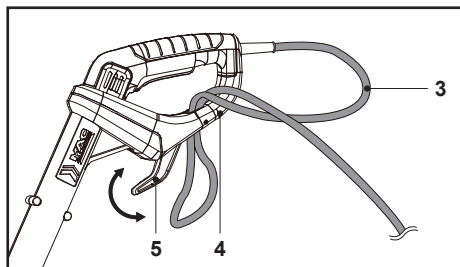

Fig. 2
1. Rode o recipiente de cabo (rotativo) (5) e certifique-se de que a ponta do recipiente de cabo (rotativo) (5) está virada para a frente.
2. Dobre o cabo de alimentação (3) para trás, a cerca de 60 cm da proteção de alimentação, e insira-o pelo orifício da proteção traseira (4). Passe-o sobre o retentor de cabo (5) e puxe o cabo de alimentação (3) com cuidado para garantir que está bem seguro (Fig. 2, 3).